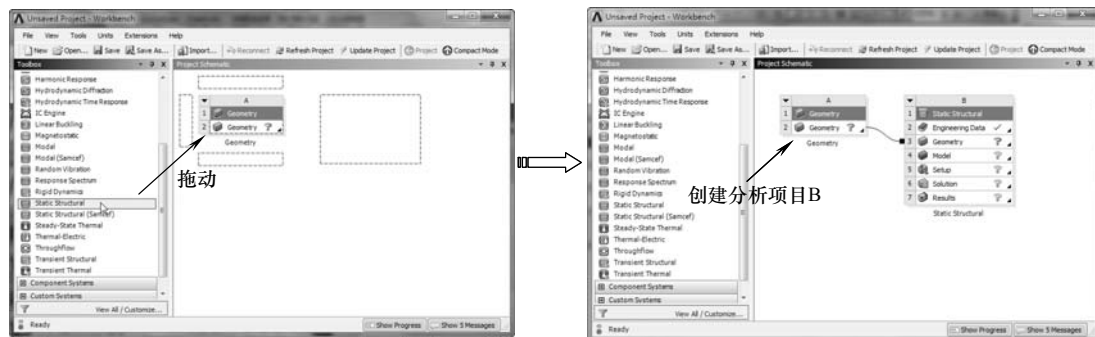

图 5-91 创建分析项目 B
4) 在【Toolbox (工具箱)】中【Analysis Systems】下的【Static Structure】选项上按住鼠标左键, 拖动到【Project Schematic (项目管理区)】分析项目 A 中的 A2 上, 当 A2 呈红色高亮显示时, 释放鼠标创建分析项目 B, 如图 5-91 所示。